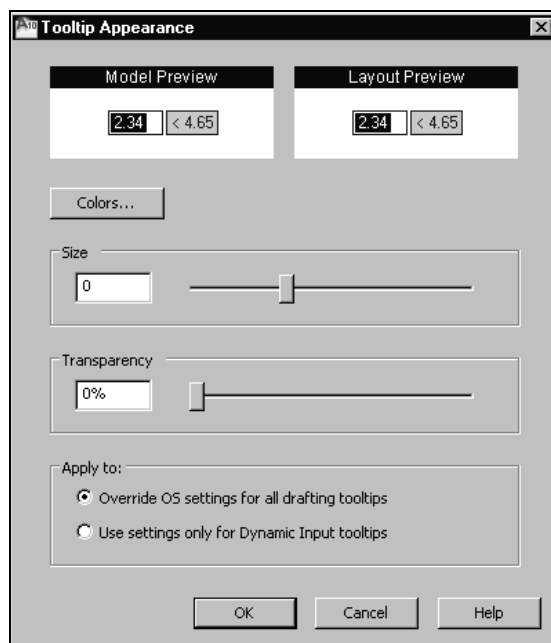

Рис. 1.28. Диалоговое окно для настройки способа вывода подсказки при динамическом вводе
6. Вернитесь в диалоговое окно **Drafting Settings** (Режимы рисования) и щелкните там кнопку **Drafting Tooltip Appearance...** **Drafting Tooltip Appearance** (Внешний вид подсказок на чертеже) для вызова диалогового окна **Tooltip Appearance** (Внешний вид подсказок) (рис. 1.28), в котором настройте размеры и прозрачность поля подсказок.